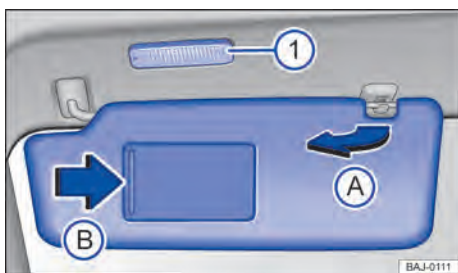

Fig. 99 No revestimento do teto dianteiro: para-sol.
- Retirar do suporte e virar na direção das portas ⇒ Fig. 99 A.